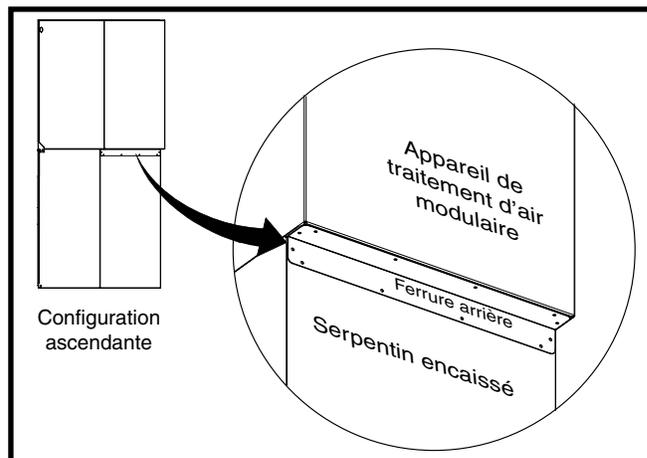

Figure 2. Installation de la ferrure arrière (installation ascendante seulement)
- Placez délicatement l'appareil de traitement d'air modulaire sur le serpentin encaissé en vous assurant de ne pas endommager les brides du serpentin encaissé. Les appareils seront à égalité sur le devant, avec un débordement à l'arrière tel que montré à la Figure 2.